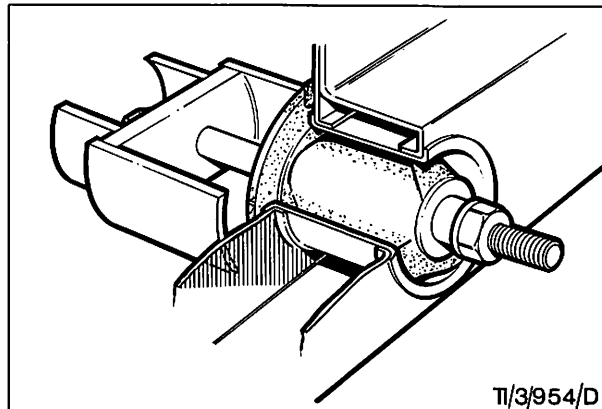

Abb. 11 Herausziehen der Büchse aus dem Längsträger
1. Büchse mit Schraube und Scheibe des Werkzeuges 14-016 und dem Bügel des Werkzeuges 15-014, sowie einer Mutter (M 12) aus dem Längsträger herausziehen. Abb. 11.